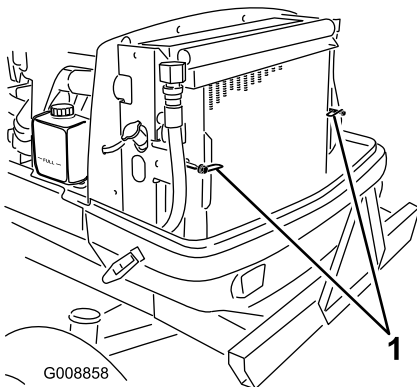

Figura 78
3. Gire los enganches que sujetan el enfriador de aceite al bastidor (Figura 78).